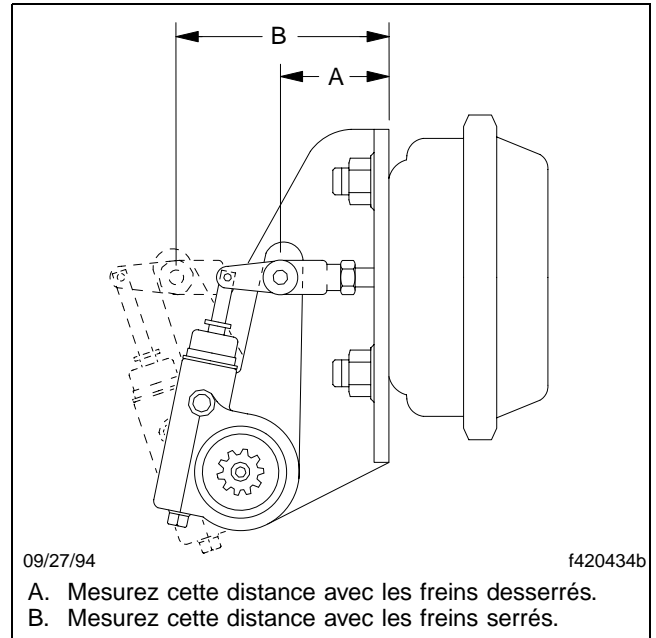

Fig. 11.14, Vérification de la course du frein, levier à réglage automatique Gunité
- Les freins entièrement desserrés, utilisez une règle pour mesurer la distance entre le bas du récepteur de freinage et le centre du gros axe de chape. Voir la **figure 11.14**, Réf. A.
- Faites monter la pression d'air à 585 kPa (85 psi) au moins. Serrez les freins, puis mesurez la distance entre le bas du récepteur de freinage et le centre du gros axe de chape. Voir la **figure 11.14**, Réf. B. La différence entre les mesures représente la course du récepteur de freinage.